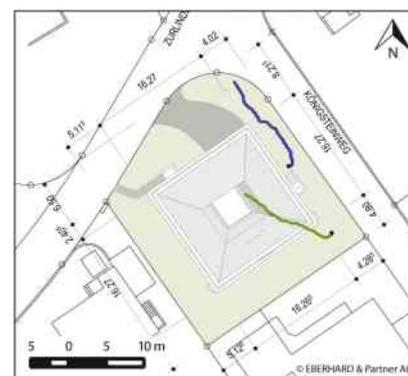

Abb.3: Spurverlauf von zwei Erdsonden in der Tiefe.
sogar unter dem eigenen Grundstück. Weitere unterirdische Bauwerke wie z.B. Tunnels, Kavernen usw. können dadurch ebenfalls betroffen sein. Im Hinblick darauf, dass vermehrt Erdsondenanlagen geplant und realisiert werden, wird es immer dringender zu wissen, wie der genaue Verlauf der Sonden in der Tiefe tatsächlich aussieht (Abb.3). Der Verlauf der in die Erdsondenbohrungen eingebrachten Polyethylenrohre (PE), welche einen Durchmesser von 32 mm oder 40 mm aufweisen, kann seit dem Jahre 2011 durch das DeepDrifter®-System der Eberhard & Partner AG, Aarau, bis in eine Tiefe von 500 m vermessen werden. Hierbei wird sowohl der Verlauf in die Tiefe als auch die prozentuale Abweichung von der Vertikalen und die Richtung, in welche die Abweichung erfolgt, aufgezeichnet (Abb.4). Daneben kann auch der tiefenabhängige Temperaturverlauf erfasst werden (Abb.5).